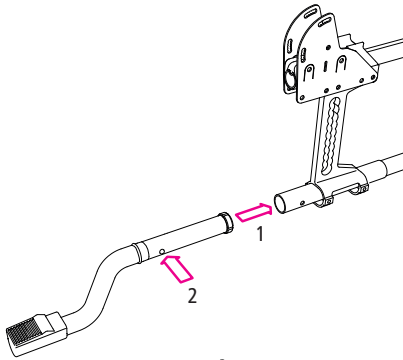

Abb.24
2. Das Auftrittrohr in den Rahmen schieben (1, Abb. 24). Der Pin rastet hörbar ein (2, Abb. 24).